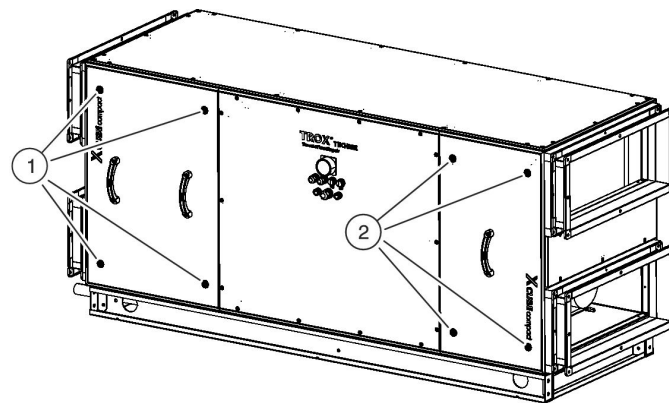

Рис. 23: Открытие панелей инспекционного доступа
2. ▶ Откройте прижимные поворотные замки (Рис. 23/1+2) на обеих панелях инспекционного доступа с фронтальной стороны, справа и слева, используя шестигранный ключ (10 мм).